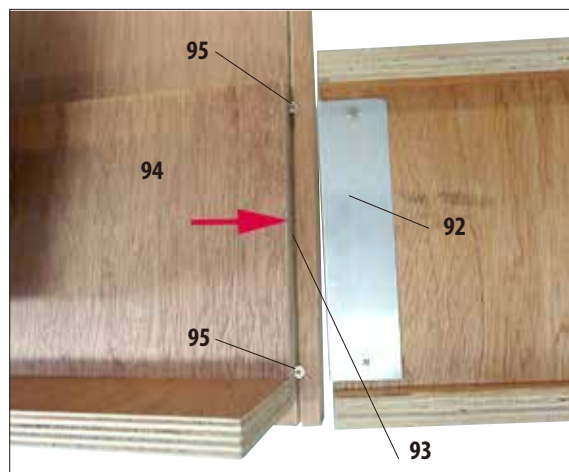

Рис. 9
- Эти направляющие следует зацепить с левой и правой стороны листом (92) в паз (93) поддона таким образом, чтобы они оказались заподлицо с деревянными досками (94), на которых стоит прибор (рис. 9).
- При этом следите за тем, чтобы лист (92) находился в пазу между двумя винтами (95). Эти винты предотвращают боковое смещение направляющей.